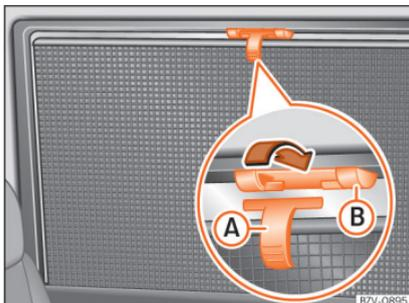

Abb. 147 Im hinteren rechten Fenster: Sonnenschutzrollo.
- Sonnenschutzrollo am hervorstehenden Griff » Abb. 147 (A) ganz nach oben ziehen.
- Haltestange mit den beiden Ösen in die entsprechenden Halterungen einhängen (B). Prüfen, dass das herausgezogene Sonnenschutzrollo sicher in den beiden Halterungen eingehängt ist (B).